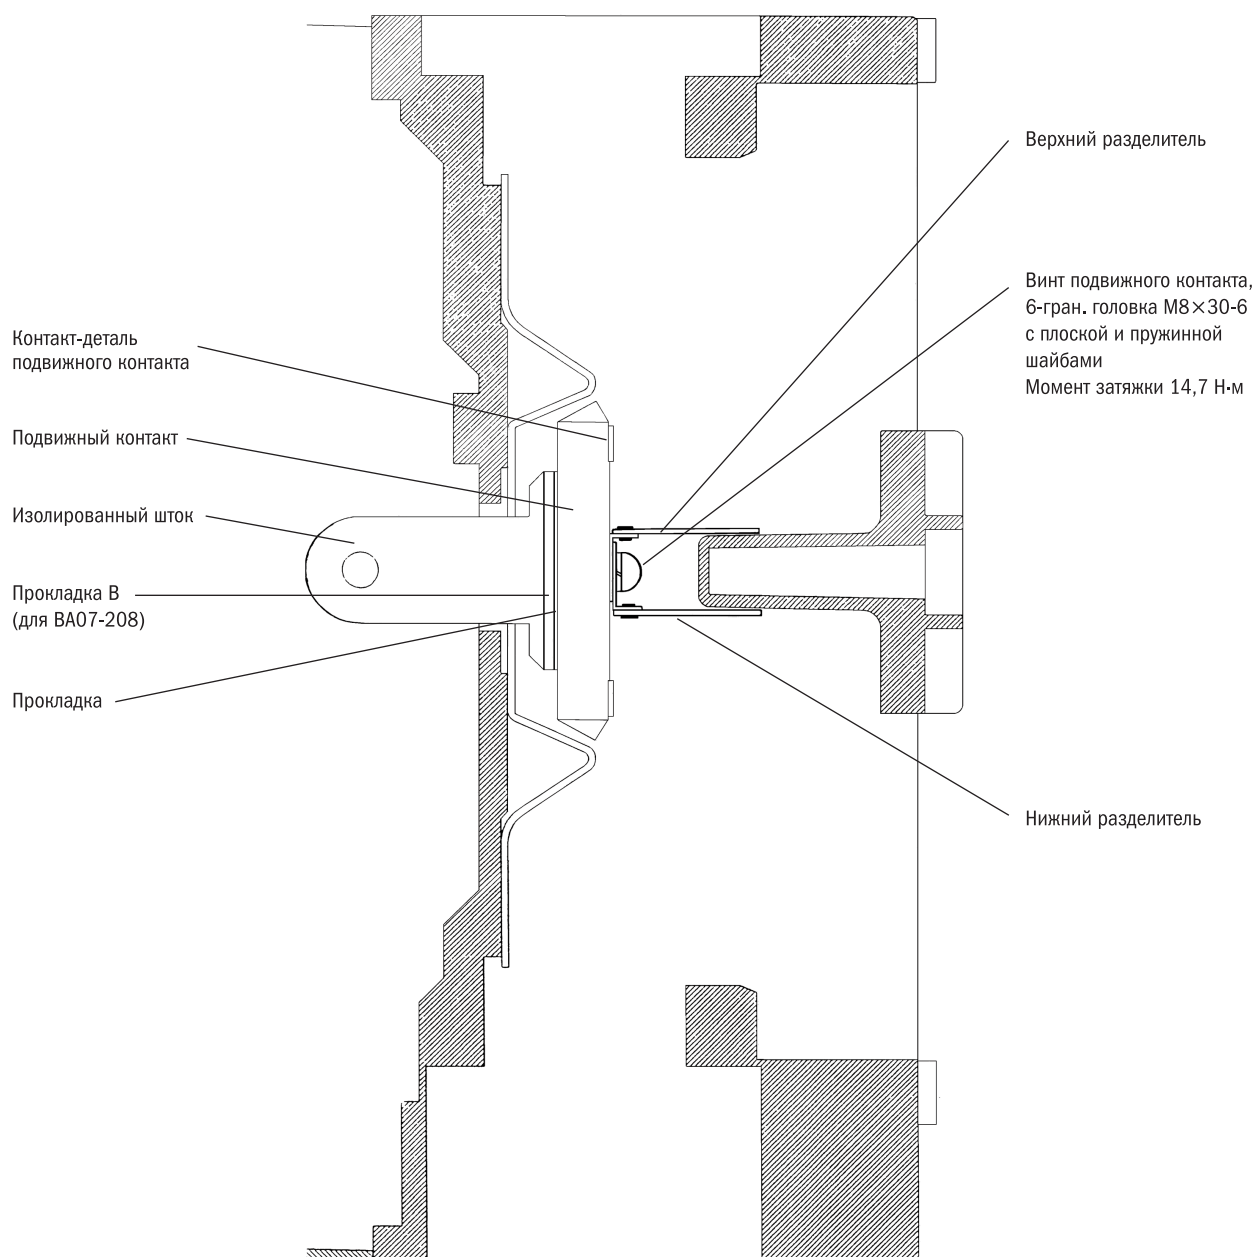

Рисунок 49. Общий вид расположения подвижного контакта
- 5) Установите каждую деталь или компонент на свое место в обратном порядке после осмотра. Что касается деталей, относящихся к подвижному контакту, установите изолированный рабочий штырь, изоляционную пластину, прокладку, подвижный контакт, верхний разделитель, нижний разделитель, плоскую шайбу, пружинную шайбу и монтажный винт подвижного контакта в указанном порядке. Смотри рисунок 49.
5) Установите вновь каждую деталь или компонент на прежние места в обратном порядке после осмотра. Относительно деталей, смонтированных с подвижным контактом, установите их в таком порядке: изолированный рабочий шток, изоляционную пластину, прокладку, подвижный контакт, верхний разделитель, нижний разделитель, плоскую шайбу, предохранительную шайбу и монтажные винты подвижного контакта. См. рисунок 49.